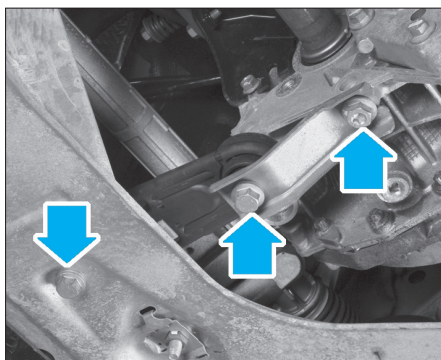

Fig. 8
- Déposer la bielle de reprise de couple (Fig.8).